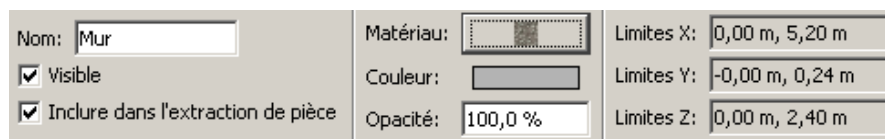

Figure 4.11 : le panneau des propriétés de la Géométrie importée
Toutes les propriétés d'affichage peuvent être paramétrées dans le panneau des propriétés lorsque la géométrie importée est sélectionnée, comme illustré à la figure 4.11.
- **Matériau** : Le matériau appliqué aux surfaces sélectionnées lorsque l'option **Voir les matériaux** est activée. Si vous cliquez sur le bouton matériau, le dialogue **Matériaux** s'affiche, comme illustré à la figure 4.11 page suivante. Dans ce dialogue, soit le matériau peut être modifié, soit un nouveau matériau peut être appliqué aux surfaces en sélectionnant une dans la liste située sur la gauche et en cliquant sur le bouton **OK**. Pour supprimer la référence au matériau, sélectionnez l'option *<Aucun matériau>* dans la liste des matériaux. NOTE : étant donné que les matériaux peuvent être partagés entre les surfaces, si vous modifiez un matériau appliqué à une surface, cela modifiera également l'apparence visuelle de toutes les faces faisant référence à ce matériau.